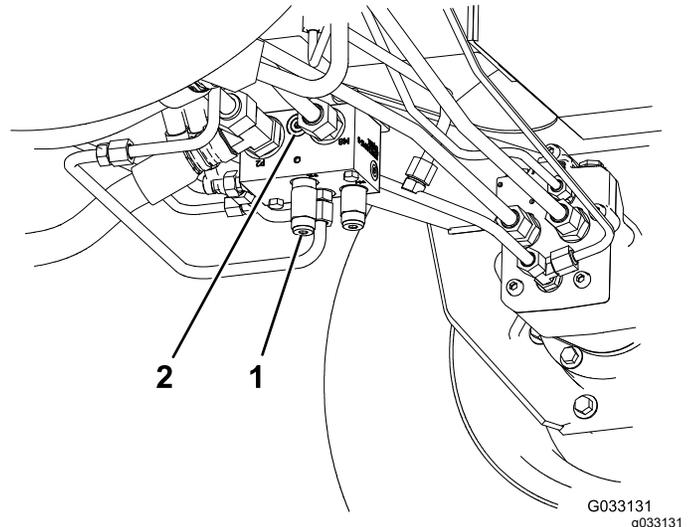

Bild 62
- 95-0985, Kupplungsstück (2)
- 340-77, Hydraulikanschlussstück (2)
1. Installieren Sie das Diagnose-Anschlussstück in dem unmarkierten Port zwischen den Ports M8 und P2 auf der Rückseite des Rückfahrsteuerblocks (Bild 62).